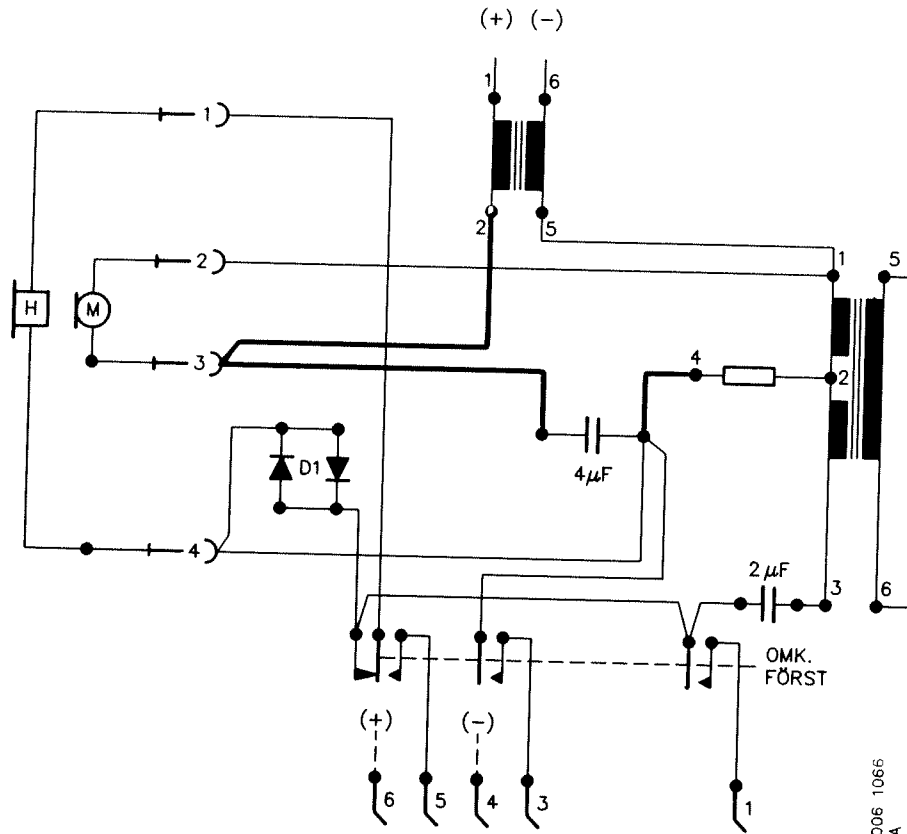

Bild 11. Koppling av talanordning rr-ls 1 efter modifiering
- Flytta den bortlödda förbindningen till andra sidan på $C=4\ \mu\text{F}$ samt dra en ny förbindning mellan drosselns stift 2 och stiftet 3 på anslutningsjacken för talgarnityret. Dra även en ny förbindning mellan $C=4\ \mu\text{F}$ och stiftet 3 på anslutningsjacken för talgarnityret. Förbindelsesdragning efter modifiering framgår av bild 11.